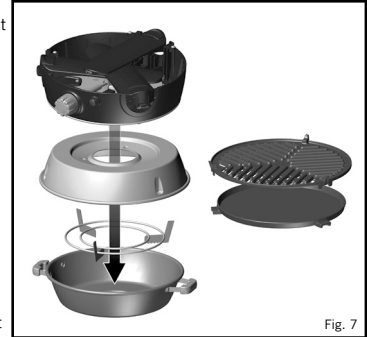

Fig. 7
- Om hem in te pakken, het toestel eerst af laten koelen. Na het schoonmaken: de pootjes inklappen zoals hierboven beschreven in paragraaf 3. Plaats de pan / dome onderin de draagtas. Vervolgens de pandrager ondersteboven in de pan plaatsen. Plaats de vetpan ondersteboven over de pan en pandrager. Plaats dan het toestel ondersteboven op de vetpan. Plaats het rooster en de bakplaat in hun separate houders in de bovenkant van de draagtas, en rits ze dicht. Sluit tot slot de bovenkant van de draagtas. (Fig. 7)
- Om het toestel te ontsteken met de piëzo ontsteking, de gaskraan op het toestel opendraaien door deze langzaam linksom te draaien en snel achter elkaar op de piëzo knop te drukken om de brander aan te steken. Als de brander niet wil ontsteken, steeds weer drukken op de piëzo knop terwijl de gastoevoer verhoogd wordt door aan de gaskraan te draaien totdat de brander ontsteekt. Als de brander niet in de eerste 5 seconden ontsteekt, de gaskraan dichtdraaien, en 30 seconden wachten voordat het weer geprobeerd wordt (fig. 7).